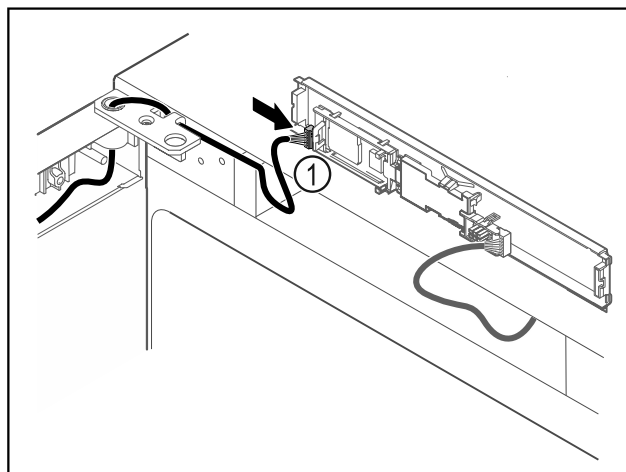

Fig. 60
- Natakните utikač Fig. 60 (1) na tiskanu pločicu.